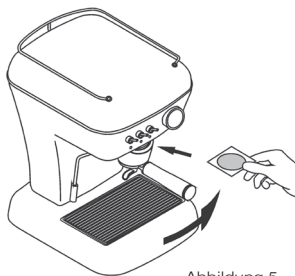

Abbildung 5
Wechseln Sie unter Lösen der Schraube im Brühkopf die Dusche. Setzen Sie das Sieb für Kaffeecialda´s (flaches Sieb) in den Siebträger ein **7** bzw. verwenden Sie den Spezialsiebträger (10)(optional). Legen Sie die Kaffeecialda´s in den Siebträger.(siehe Abbildung 5) und verfahren weiter nach Punkt 3.5, 3.6 und 3.7